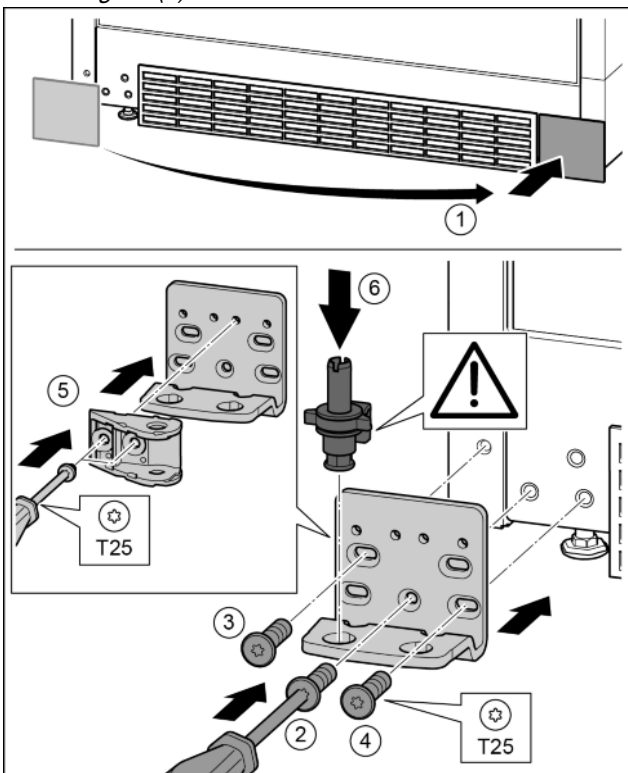

Fig. 30
- ▶ Снять крышку и поставить с другой стороны. *Fig. 30 (1)*
- ▶ Установить опорный кронштейн с другой стороны и прикрутить с помощью отвертки T25. Начинать с винта 2 в центре. *Fig. 30 (2)*
- ▶ Затянуть винты 3 и 4. *Fig. 30 (3, 4)*
- ▶ Повернуть навеску двери на 180°. Прикрутить с другой стороны опорного кронштейна с помощью отвертки T25. *Fig. 30 (5)*
- ▶ Снова установить опорный палец в сборе. При этом следить за тем, чтобы выступ фиксатора был направлен назад. *Fig. 30 (6)*